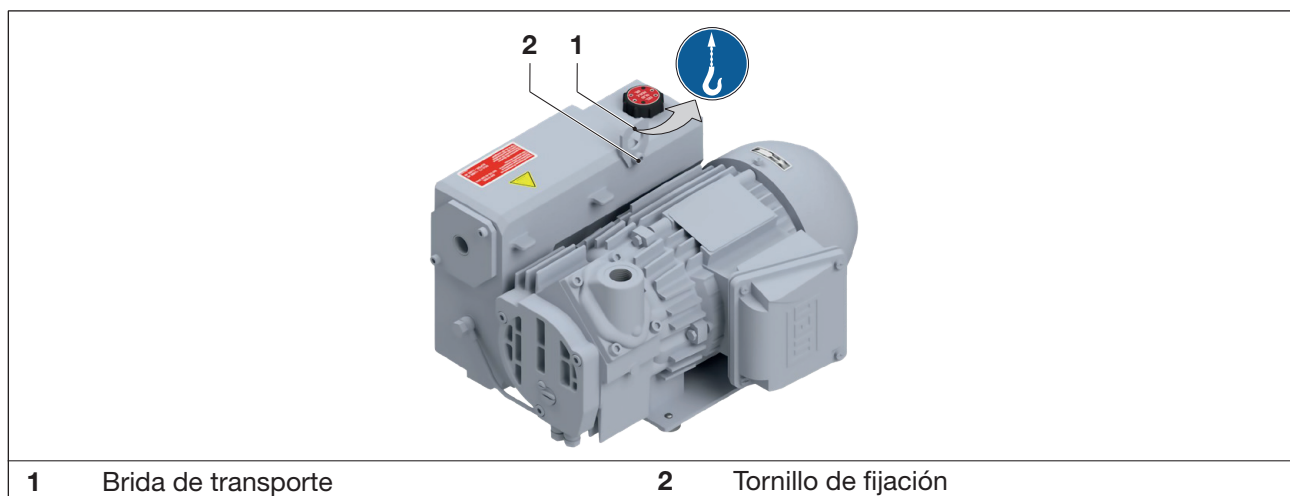

Fig. 1 Dispositivos para la elevación y el transporte
- b) Apretar bien el tornillo de fijación (Fig. 1/2) a la brida de transporte (Fig. 1/1).
- c) Para elevar la bomba, engancharla de la brida de transporte (Fig. 1/1) mediante el equipo de elevación.